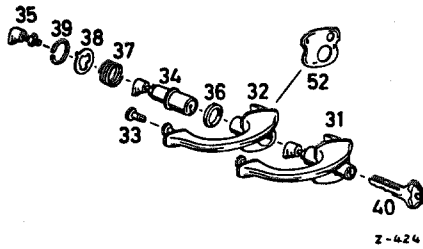

Fig. 72—16/3
1. Remove the square snap ring (39) (Fig. 72—16/3).